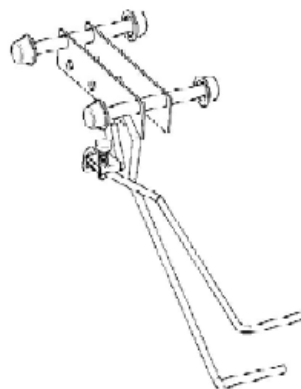
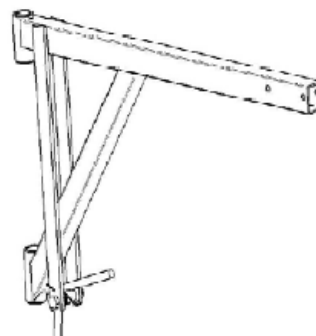

Fig. 7
Fig. 8
Există două accesorii opționale disponibile pentru ascensor, pisica (fig. 7) și brațul superior fixat (fig. 8).
8.2 ASAMBLAREA BRATULUI SUPERIOR FIXAT (FIG. 8)